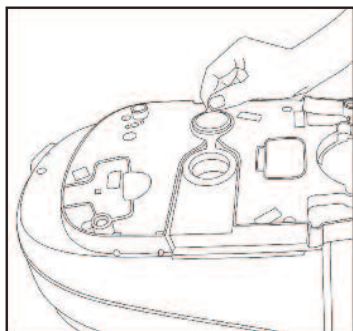

Fig 7
5. Capovolgere la stazione a vapore e sollevare il tappo della caldaia come indicato nella fig. 7.